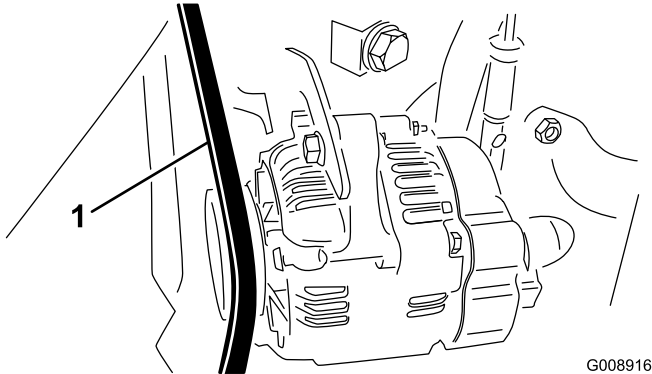

图72
2. 检查发电机/风扇皮带张紧力的方法：使用 30kg 的力按压交流发电机和曲轴箱皮带轮之间的皮带中间位置（图72）。